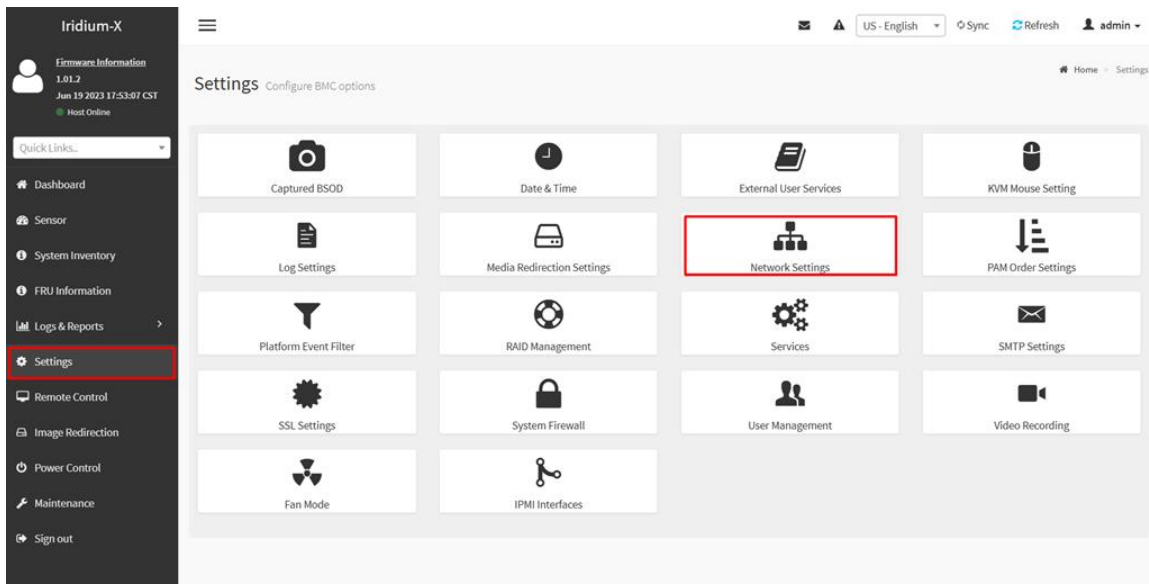

Рисунок 44 – Раздел Settings
1) Откройте раздел **Settings** (сеть) и откройте вкладку **Network Settings** (см. Рисунок 44).